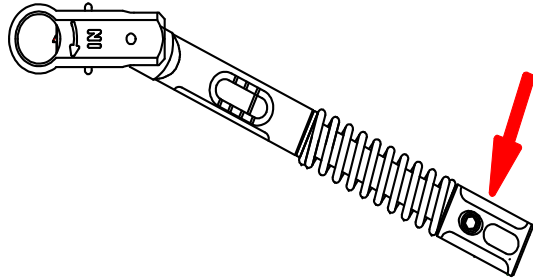

Abbildung 3: Druckpunkt für die Drehmomentauslösung
- Der Druckpunkt für eine exakte Drehmomentauslösung ist ausschließlich am Griff der Einstellmutter (siehe Pfeil in Abbildung 3).